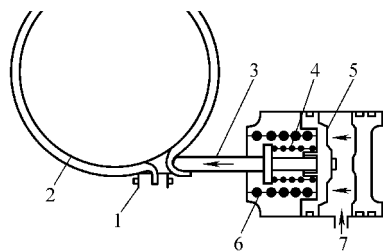

图 1-18 带式制动器的工作原理
(2) 带式制动器 由制动带及伺服器组成。制动带内敷摩擦材料，包绕在制动鼓的外表面，制动带一端固定在变速器壳体上，另一端与伺服器的活塞相连。带式制动器的工作原理如图 1-18 所示，当液压施加于活塞时，活塞克服回位弹簧(内弹簧)的阻力向左移动，压缩与推杆相连的缓冲弹簧(内弹簧)，使推杆左移，推动制动带的一端，制动带夹紧制动鼓，使制动鼓不能转动。伺服器里面有两个弹簧，其中内弹簧起缓冲作用，可以防止换挡冲击；外弹簧是回位弹簧，在制动解除后，使活塞回位。在制动带未夹紧时，与制动鼓间有一定的间隙，间隙的调整有两种方法，一是调整固定端(支承点)的位置，二是调整伺服器推杆的长度。但是现在的新型自动变速器中因加工精度能够保证合适的间隙，这种调整装置已不多见。